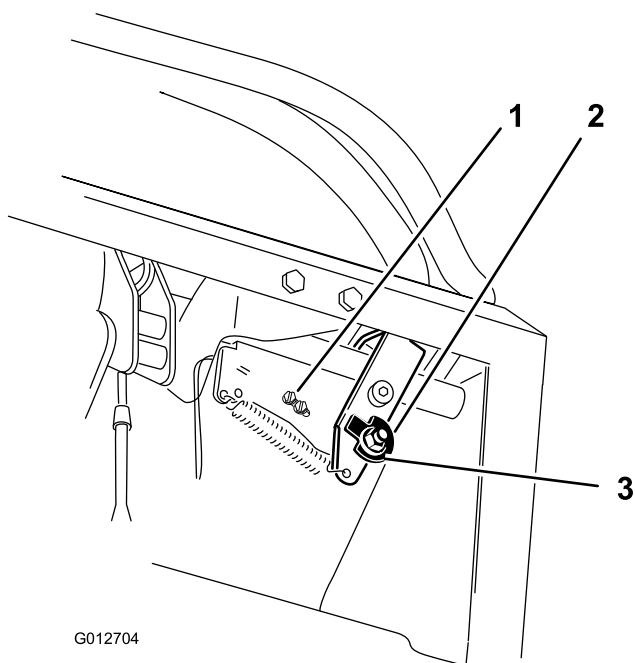

**Figura 69**
3. Empurre para baixo a alavanca direita de controlo de movimento para fora da posição de bloqueada em ponto-morto (Figura 69).
4. Verifique se alinha horizontalmente com a alavanca esquerda de controlo de movimento (Figura 69).